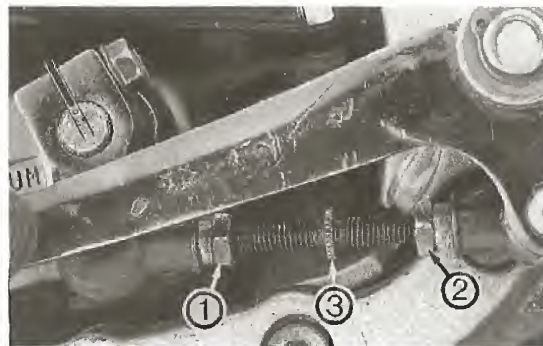

Bild 42
- Um Schaltpedal der individuellen Fussstellung anzupassen, Gegenmuttern ① und ② Bild 42 lockern und Spindel ③ drehen, bis optimale Einstellung gefunden ist.